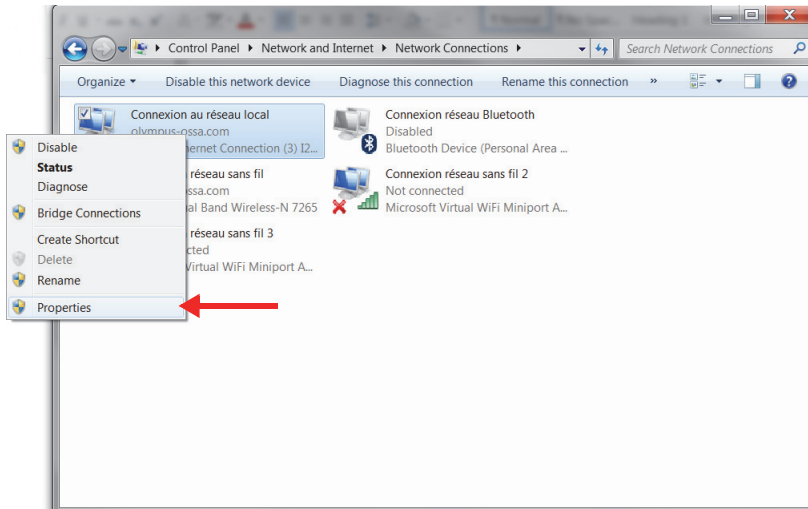

図 1-6 プロパティの選択
2. FOCUS PX 装置の接続に使用するネットワーク接続を右クリックし、**【プロパティ】**をクリックします（28 ページの図 1-6）。